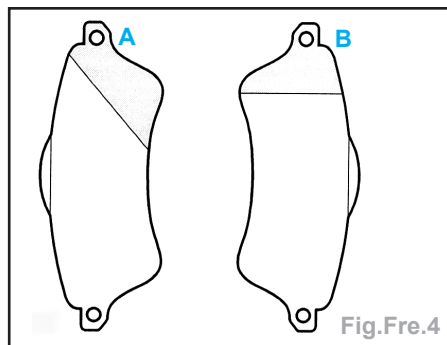

Fig.Fre.4
- La plaquette «A» sur doit être montée à l'intérieur de l'étrier et la plaquette «B» vers l'extérieur (Fig.Fre.4).